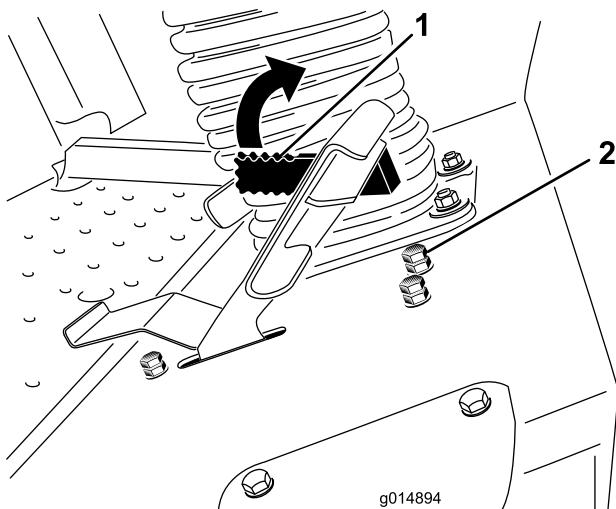

Figura 51
- Afloje la contratuerca del perno de tope del limitador de velocidad (Figura 51).
La palanca del limitador de velocidad (Figura 51) puede moverse hacia adelante para limitar la velocidad de tracción durante el uso.